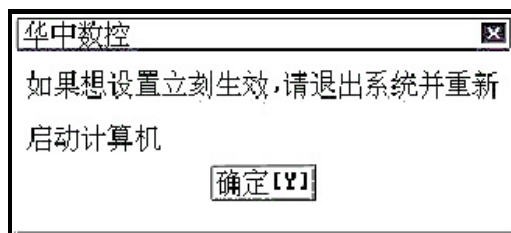

图 9.3.8 系统提示：参数修改后重新启动系统
- (10) 系统回到上一级参数选择菜单后，若继续按 **Esc** 键将最终退回到参数功能子菜单。如果被修改的参数项需要重新启动系统，系统将给出如图 9.3.8 所示的提示。